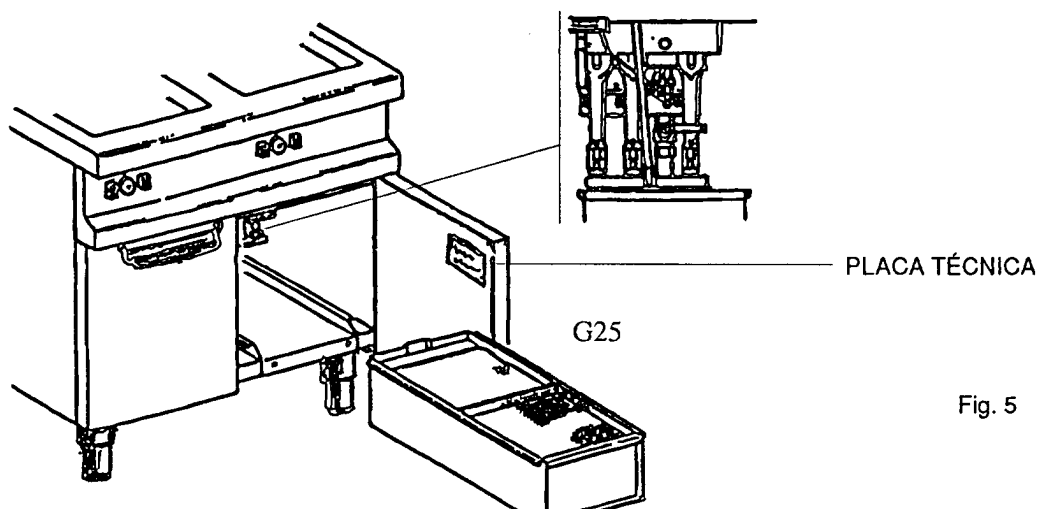

Fig. 5
La indicación se encuentra en la placa técnica que se ve en la parte interior superior derecha de la puerta (fig.5).
- Recipientes de aceite a extraer del aparato (fig.5).